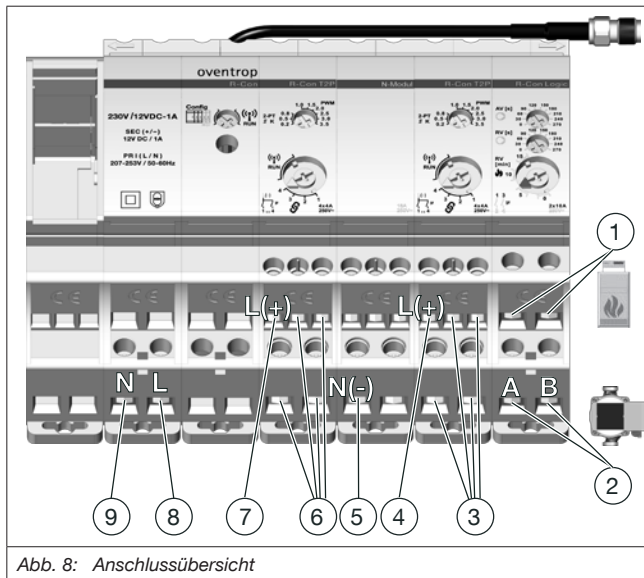

Abb. 8: Anschlussübersicht
2. Schließen Sie die Brenner-Signalleitung an das Logik-Modul zur Pumpen und Brenneransteuerung an (siehe Position (1) in Abb. 8 auf Seite 18).
2. Verbinden Sie den L-Leiter des 230-Volt-Netzes mit der Schraubklemme **A** des Logik-Moduls (Position (2) in Abb. 8 auf Seite 18).
3. Verbinden Sie den L-Eingang der Pumpe mit der Schraubklemme **B** des Funkempfängers (Position (2) in Abb. 8 auf Seite 18).
- Verbinden Sie den Anschluss T 2P-1 L(+) (Position (7) in Abb. 8 auf Seite 18) mit dem Anschluss T 2P-2 L(+) (Position (4)).
- Verbinden Sie den Anschluss R-Con N (Position (9) in Abb. 8 auf Seite 18) mit dem Anschluss N-Modul N (Position (5)).
- Verbinden Sie den Anschluss R-Con L (Position (9)) mit dem Anschluss T 2P-1 L (+) (Position (7)).
- Verbinden Sie den Anschluss T 2P-1 L(+) (Position (7)) mit dem Anschluss T 2P-2 L(+) (Position (4)).
1. Schließen Sie je Stellantrieb zunächst jeweils die braune Ader des zweiadrigen Kabels an eine Schraubklemme eines T 2P-Regelmoduls (Position (3) bzw. (6) in Abb. 8 auf Seite 18) an.
1. Verbinden Sie den L- und N-Leiter des 230-Volt-Anschlusses mit den beiden entsprechend gekennzeichneten Schraubklemmen des Funkmoduls (Positionen (8) und (9) in Abb. 8 auf Seite 18).
2. Verbinden Sie den Minus-Pol (Netzteil) oder den 0V-Anschluss (Trafo) mit dem N-Modul N(-) (Position (5) in Abb. 8 auf Seite 18).
3. Verbinden Sie den Plus-Pol (Netzteil) oder des 24 V-Anschlusses (Trafo) mit der Schraubklemme L(+) eines T 2P-Regelmoduls (Position (4) bzw. (7) in Abb. 8 auf Seite 18).